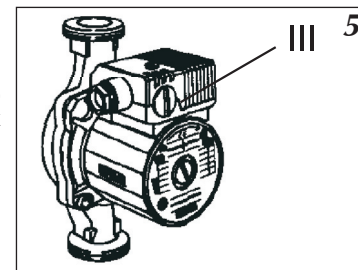

Рис.6 Удаление воздуха из насоса.
- осторожно открутить пробку клапана удаления воздуха (рис.6),